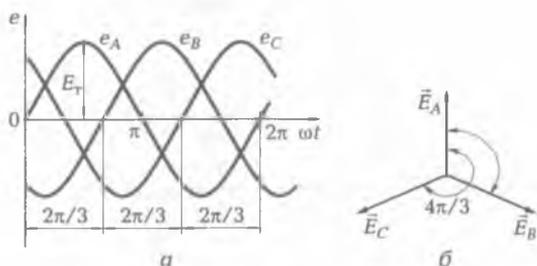
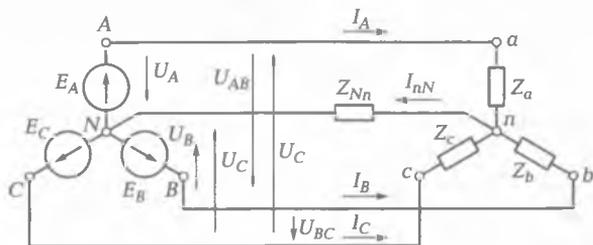

Рис. 4.13. Трехфазная симметричная система:
Рис. 4.15. Трехфазная четырехпроводная система
Каждую отдельную цепь трехфазной системы называют **фазой**. Временная диаграмма таких ЭДС  $e_A$ ,  $e_B$ ,  $e_C$  приведена на рис. 4.13, а, а их векторная диаграмма — на рис. 4.15, б.
**Соединение фаз нагрузки в «звезду» и «треугольник».** Если объединить концы фаз генератора и концы фаз нагрузки в общую точку (рис. 4.15), то получим трехфазную **четырёхпроводную** систему (так включают осветительные и бытовые приборы, однофазные двигатели и т. д.) или **трехпроводную** (трехфазные двигатели, индукционные печи и др.).
Для четырехпроводной системы (см. рис. 4.15), где приемники включены между нейтральным проводом и каждым из линейных проводов, можно записать: